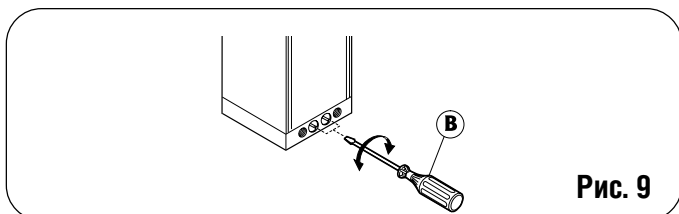

Рис. 9
- 4) Снимите и сохраняйте вентиляционный винт, как показано на рис.9, сноска А.
Для регулировки передаваемой от гидравлической системы мощности поверните два байпасных винта (рис.9 , сноска В).